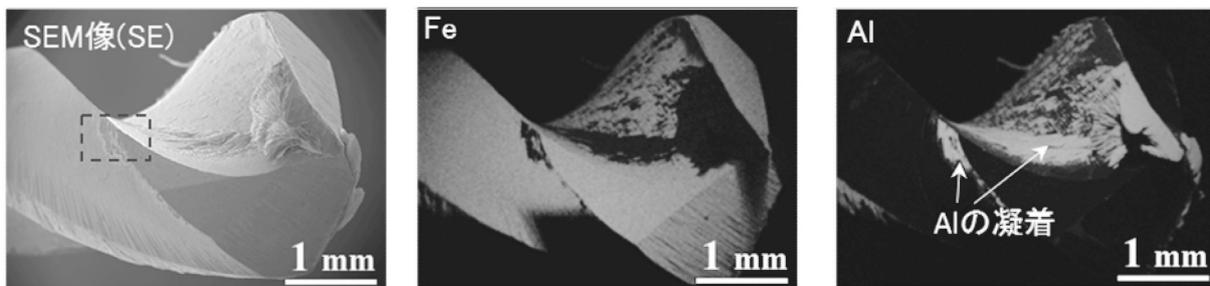

図1 電子顕微鏡写真と元素マッピング結果(Fe、Al)
図1にドリルの先端の二次電子の電子顕微鏡写真とFe、Alの元素マッピング結果を示します。ドリルの刃先とすくい面に、多くのAlが分布していることがわかります。図2と表1に、図1で示した領域の電子顕微鏡写真と各点における半定量分析結果を示します。①の素地では、Fe以外にもCr、V、MoおよびWが検出されています。一方で、②の凝着部では、Alの半定量値が大きいことから、Alが多く凝着していることがわかります。
(図1の点線部の拡大)